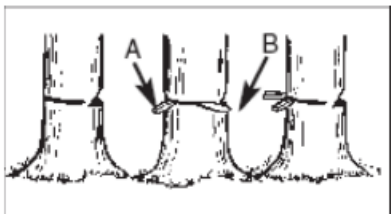

Fig 10c
Utilizați pene din lemn sau plastic (A) pentru a evita prinderea lamei sau a lanțului (B) în tăietură. Penele au și rolul de a controla căderea (Fig. 10c)